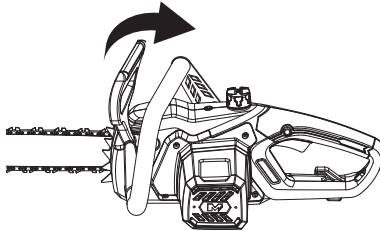
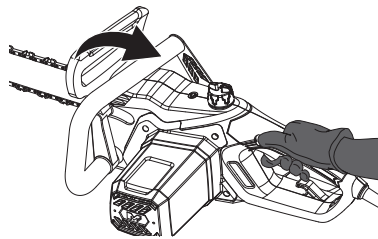

Fig. 16
Fig. 19
Quando o travão da corrente (2) se encontra na posição desengatada, é possível utilizar o produto (Fig. 16).
1. Certifique-se de que o travão de segurança da corrente (2) está desativado (ver a Fig. 16 acima).
2. Segure o produto com ambas as mãos, a mão esquerda na pega dianteira (1) (não segure no travão da corrente) e a mão direita na pega traseira (12).
3. Prima o botão de bloqueio (15) e mantenha-o nessa posição.
4. Prima o interruptor para ligar/desligar (17) para ligar o produto (Fig. 19).